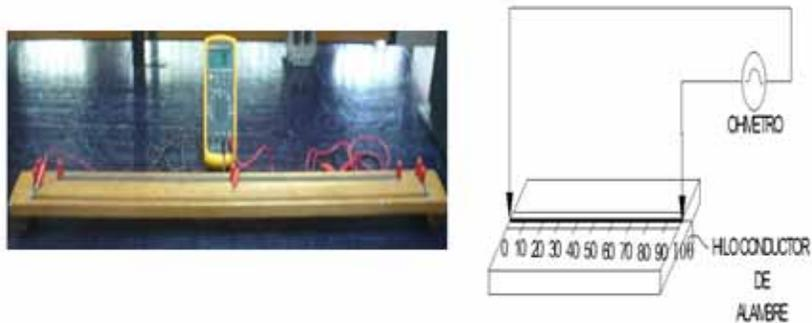

Figura 4.7. Medición de la resistencia óhmica en función de la longitud
j) Conecte los elementos como se muestra en la figura 4.7.